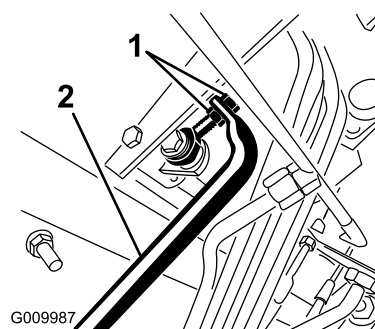

Figura 94
5. Regolate i controdadi dal lato asta della pompa per muovere in avanti il tubo di controllo della pompa ed eliminare lo spostamento in avanti, o per muoverlo indietro ed eliminare lo spostamento indietro (Figura 94).